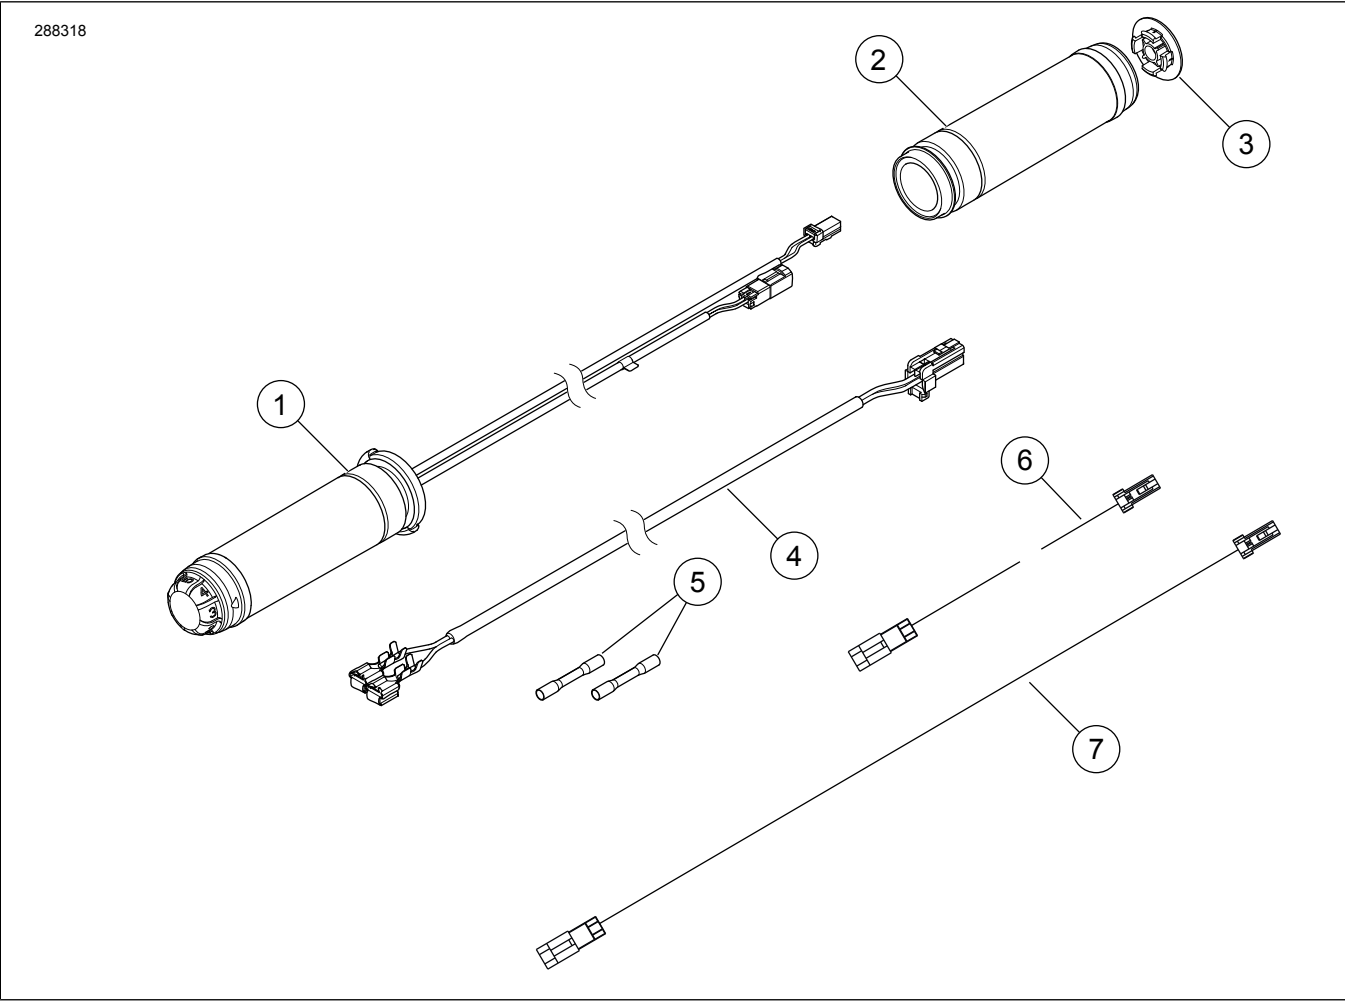

Рисунок 10. Запасные части: Комплект рукояток руля с подогревом
1. См. Рисунок 10 . Возьмите жгут в сборе из комплекта. Отрежьте две контактных пластины от жгута проводов.
- b. См. Рисунок 10 . Выполните сращивание с проводкой крылевого фонаря около разъема с помощью двух разъемов для сращивания (5) из комплекта.